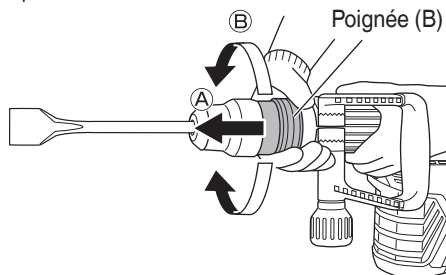

Fig. 3
- (1) Comme indiqué sur la Fig. 3, si l'on tourne la poignée (B) dans le sens (B) de telle sorte que la poignée (B) glisse dans le sens (A), il sera possible de modifier librement l'angle de la lame sur n'importe quelle position.